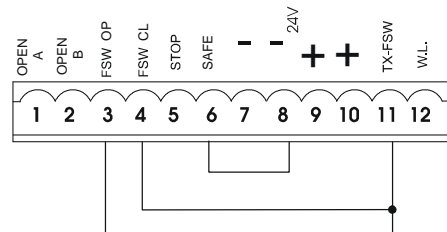

Fig. 26
**N.B. Se non vengono utilizzati dispositivi di sicurezza, ponticellare i morsetti come in fig. 26.**
**Nota bene:** Se non vengono collegati dispositivi di sicurezza in apertura, ponticellare gli ingressi **FSW OP** e **-TX FSW** (fig. 26).
**Nota bene:** Se non vengono collegati dispositivi di sicurezza in chiusura, ponticellare i morsetti **FSW CL** e **-TX FSW** (fig. 26).
**Nota bene:** Se non vengono collegati dispositivi di sicurezza costa, ponticellare gli ingressi **SAFE** e **-**. (fig. 26).